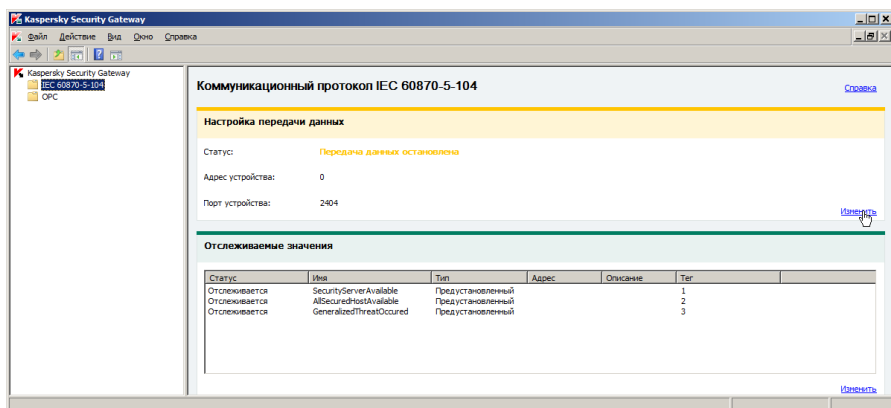

Рисунок 4 Окно консоли Kaspersky Security Gateway
- 2 В открывшемся окне консоли выбрать раздел «IEC 60870-5-104», на панели «Настройка передачи данных» нажать кнопку «Изменить» (рис. 4).